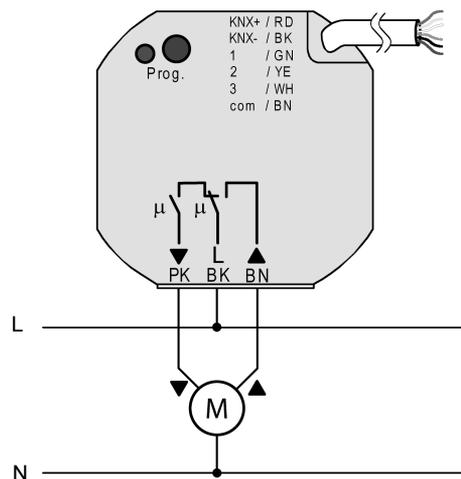

Figure 4: Raccordement de la tension secteur et de la charge
- (4) Boîtier d'appareil (par ex. boîte électronique)
- (5) Séparateur
- (6) Commutateur à combinaison
- (7) Contact sans potentiel, par ex. contact de fenêtre
- Raccorder la tension secteur et l'entraînement de store à l'aide des bornes à ressort embrochables fournies (figure 4).